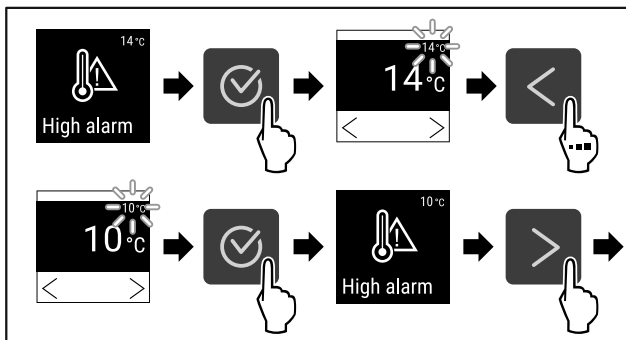

Fig. 127
- ▶ Провести етапи операцій (див. Fig. 127) .